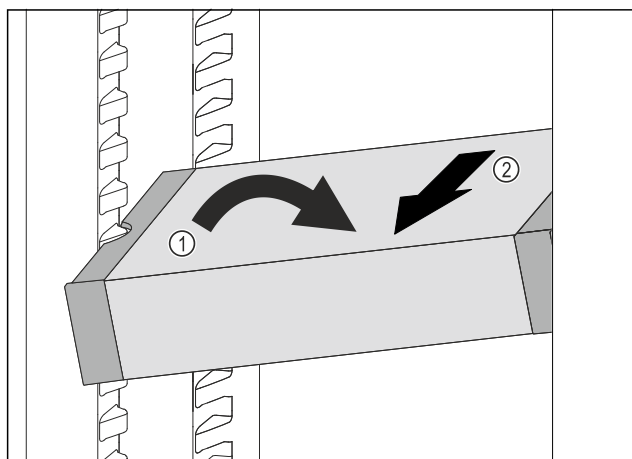

Fig. 105
- Incliner le VarioSafe dans la partie réfrigérateur. Fig. 105 (1)
- Sortir le tiroir VarioSafe par l'avant. Fig. 105 (2)